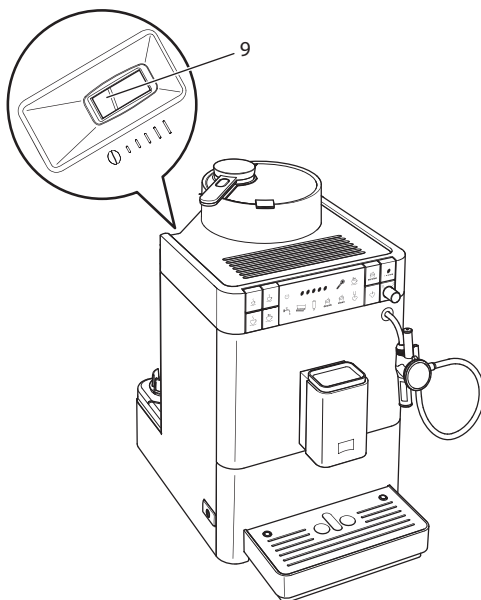

Рис. 14: Рычаг настройки тонкости помола (Caffeo® Varianza® CS)
- » В корпусе становится виден рычаг "Регулировка тонкости помола" (9).
2. Переместите рычаг влево или вправо, как показано на Рис. 14.